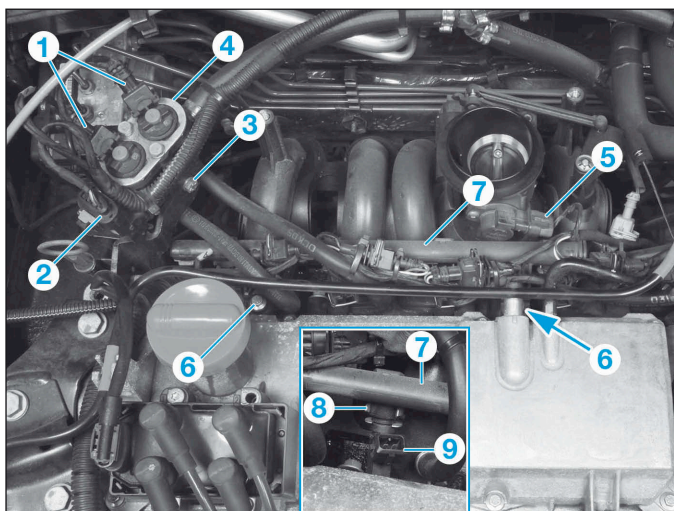

FIG.21
- Débrancher les connecteurs (1) et (2) (Fig.21).
- Déposer la fixation (3) puis mettre de côté la rampe d'injecteur GPL (4).
- le connecteur du boîtier papillon (5),
- Déposer les vis (6) de la rampe d'injection (7).
- A l'établi, déposer les agrafes (8) de maintien des injecteurs (9) sur la rampe (7).